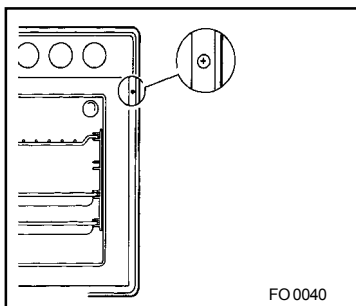

Fig. 11
- Ouvrir la porte du four et fixer le corps du four au meuble à l'aide de deux vis à bois s'adaptant aux trous pratiqués à cet effet sur les montants latéraux (Fig. 11).